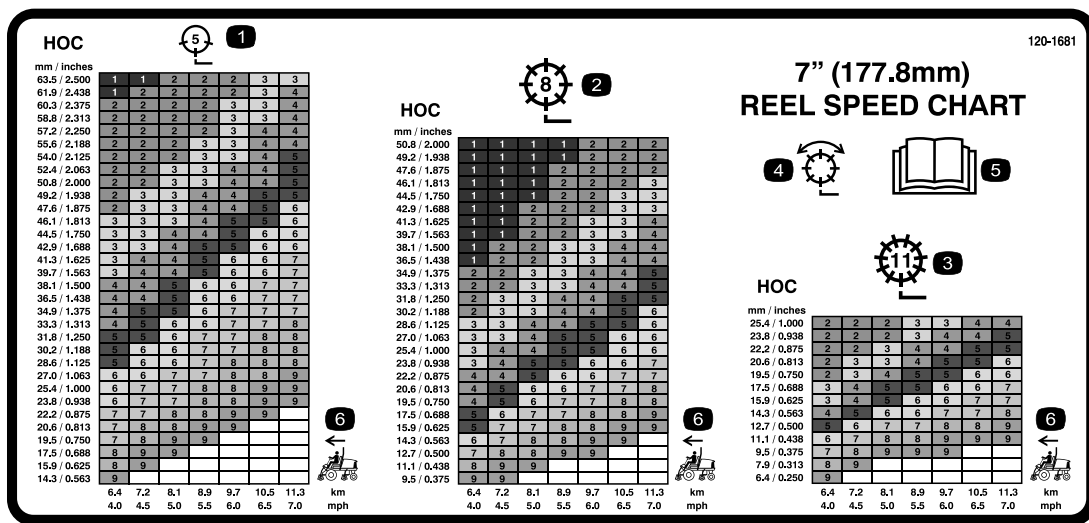

Figura 39
3. Utilizando o gráfico adequado no autocolante (Figura 39) determine a configuração adequada de velocidade do cilindro.